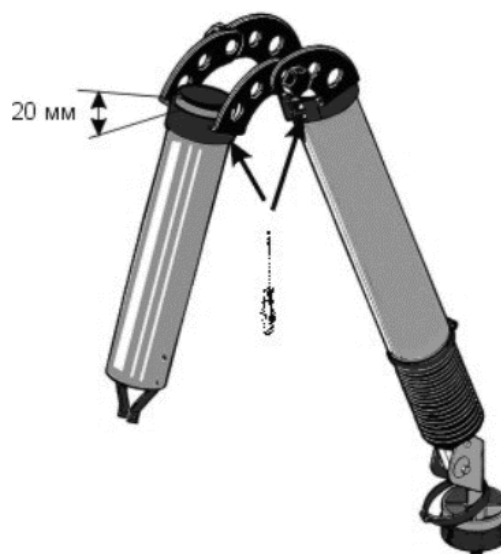

Рисунок 8.2.
- 8.2.1 Присоедините внешнее звено рычага подъемно-поворотного вытяжного устройства к внутреннему звену с помощью петельного соединения (см. рис. 8.2.).
- 9.3. Протрите сухой ветошью внутренние поверхности корпуса фильтра и особенно пластин изоляторов с подпружиненными контактами (рис.8.2.).